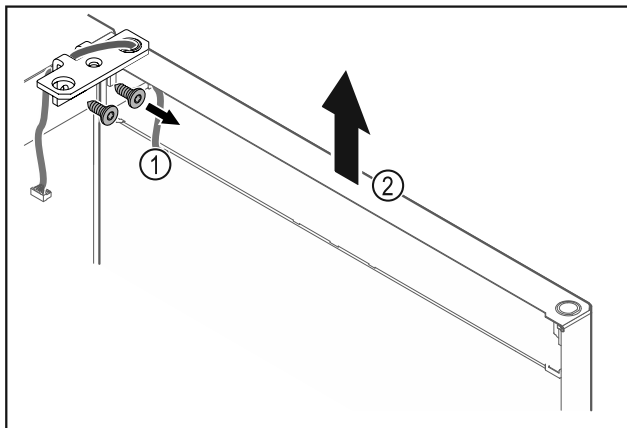

Fig. 19
- ▶ Csavarozza le a csuklópántot Fig. 19 (1).
- ▶ Az ajtót a csuklópánttal Fig. 19 (2) együtt emelje meg felfelé kb. 200 mm-rel, majd vegye le.